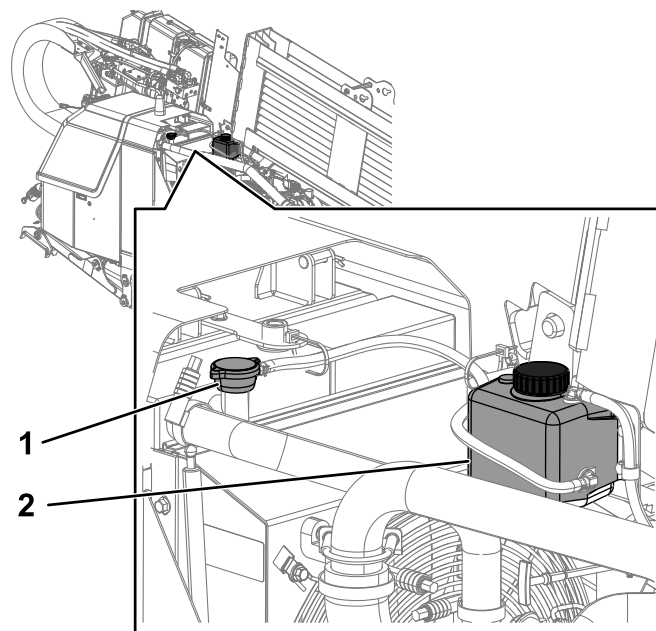
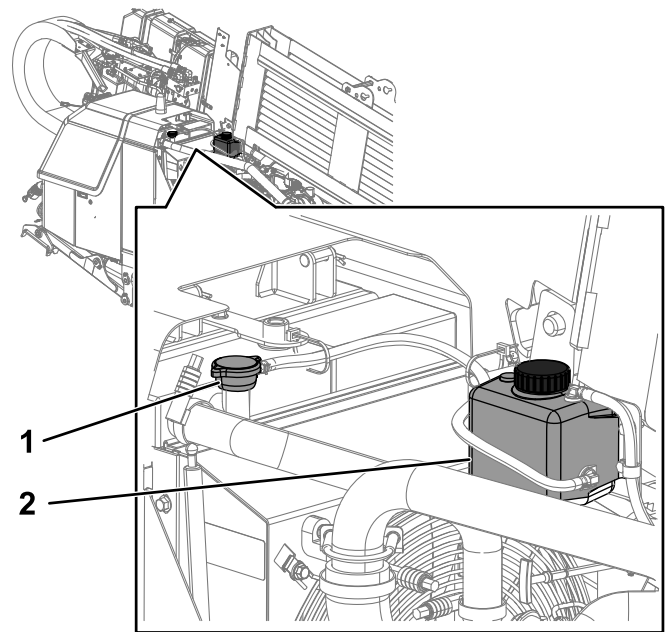

Figura 104
Figura 105
4. Compruebe el nivel de refrigerante del depósito (Figura 104).
4. Retire el tapón del radiador del cuello de llenado del radiador y compruebe el nivel de refrigerante (Figura 104 y Figura 105).
5. Si el nivel de refrigerante es bajo, añada refrigerante hasta que llegue a la parte inferior del cuello de llenado (Figura 105).
6. Instale el tapón de llenado del radiador, asegurándose de que quede bien cerrado (Figura 105).
4. Retire el tapón del radiador (Figura 105).
2. Retire el tapón del radiador (Figura 105).
4. Instale el tapón del radiador (Figura 105).